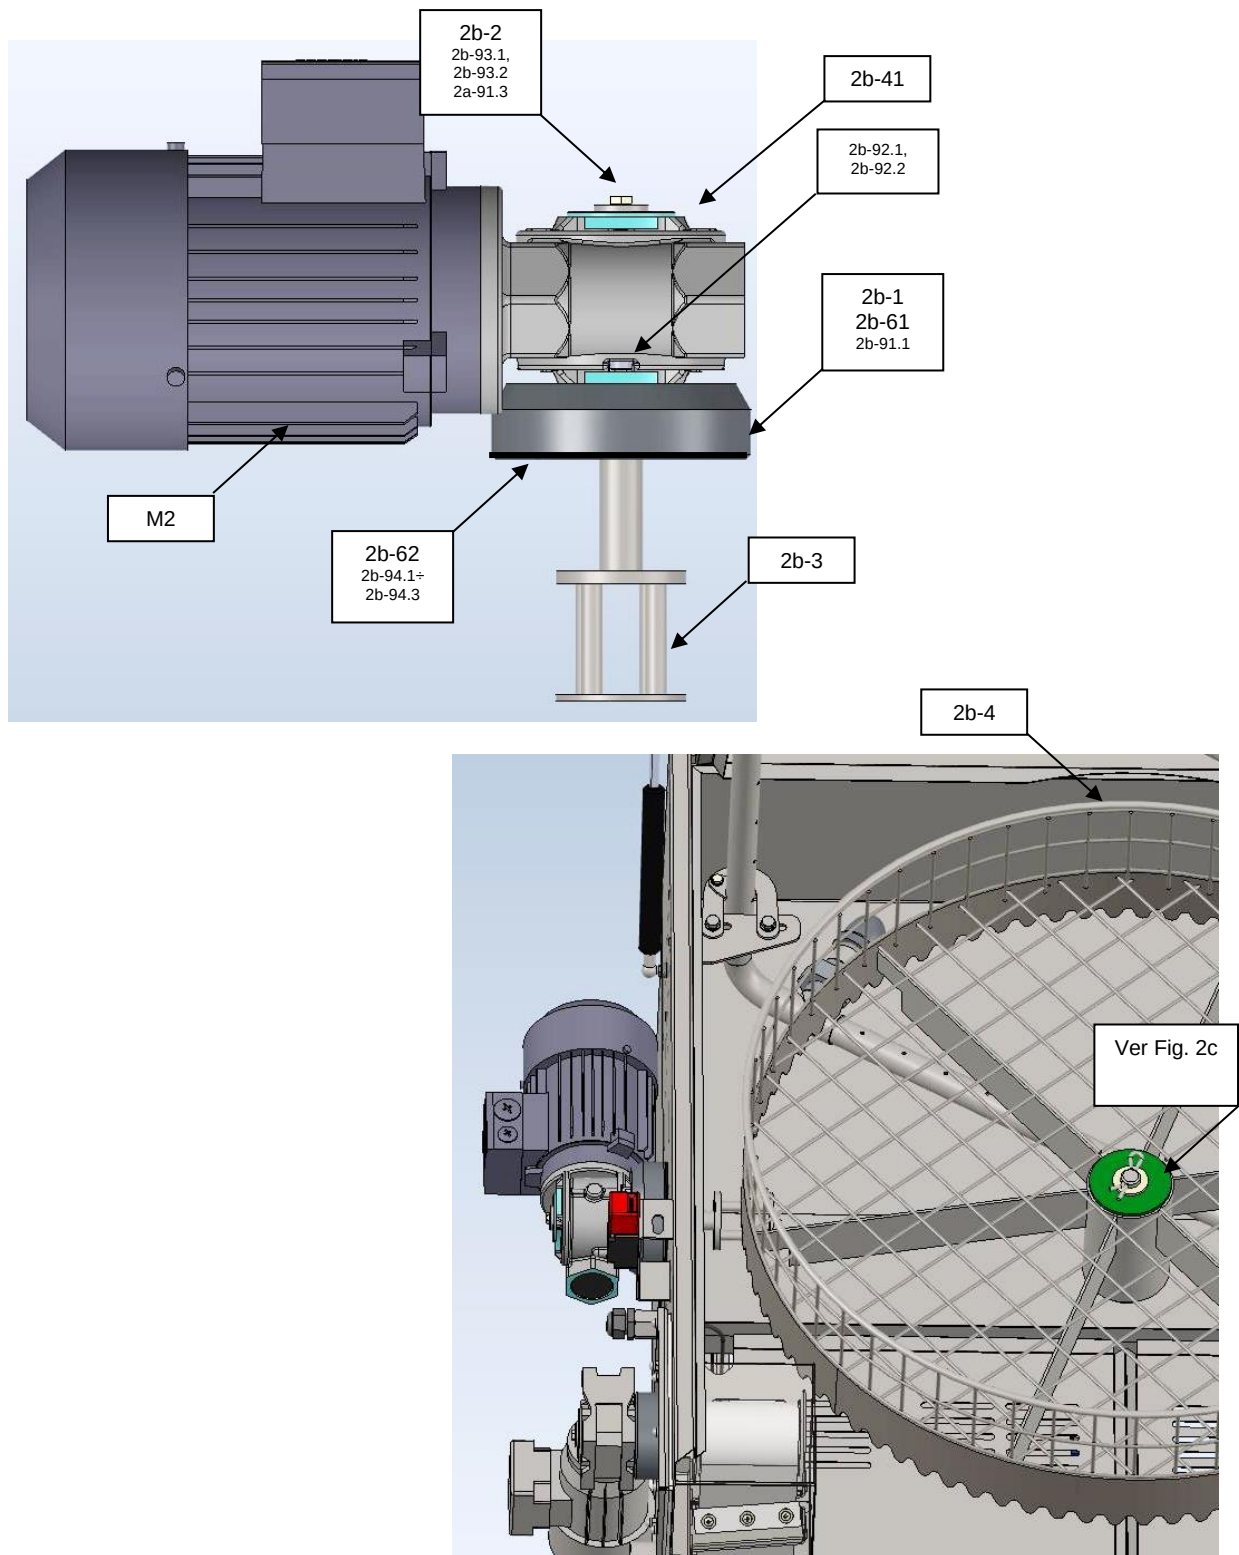

Fig. 2b Vista das peças do cesto
A lavagem das peças ocorre depois de inseridas no cesto de lavagem, ver na Fig. 2b, 2c (pos. 2b-5). O cesto é formado por uma estrutura de arame com fundo reforçado. O centro do cesto é
A transmissão do torque a partir da transmissão, ver na Fig. 2b (pos. 2b-41, M2), sobre a engrenagem de pinhão é assegurada por um eixo (pos. 2b-2) montado na bucha do rolamento (pos. 2b-1). O eixo de acionamento é inserido na bucha na transmissão e fixo contra a deslocação por um parafuso com uma anilha (pos. 2b-93.1 e 2b-93.2). Do outro lado, é fixado por um anel de bloqueio (pos. 2b-91.1) inserido na ranhura do eixo. O eixo passa através de um anel de vedação do eixo (pos. 2b-61) impedindo a penetração de líquido nas partes internas da bucha. Uma engrenagem de pinhão é colocada na extremidade do eixo (pos. 2b-3). O corpo da bucha do rolamento é fixo à parede lateral esquerda do grupo de trabalho por parafusos com anilhas (pos. 2b-94.1÷ 2b-94.3). É fornecida uma vedação de borracha que impede fugas de líquido do espaço de trabalho do grupo de trabalho (pos. 2b-62). Uma transmissão com motor elétrico (pos. 2b-92.1 e 2b-92.2) é fixa à bucha do lado externo.